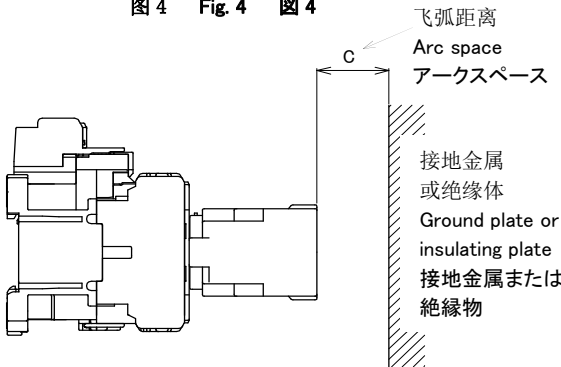
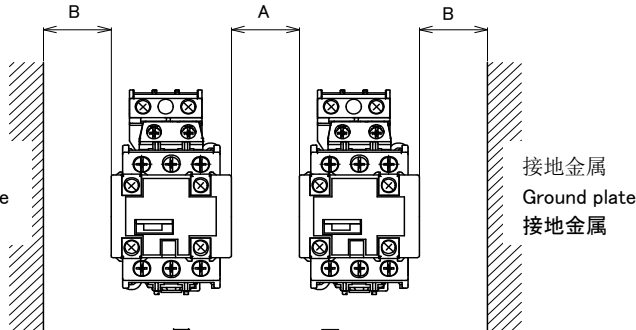

图 5 Fig. 5 図 5
图 6 Fig. 6 図 6
4. 安装空间（图 5、图 6） Mounting space(Fig. 5, Fig. 6) 取付けスペース(図 5, 6)